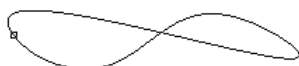

图 3.2.21 闭合的
- ◆ 选取 **Closed End** 选项，则此时的样条如图 3.2.21 所示。